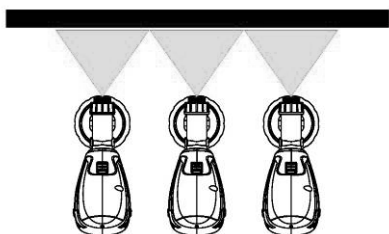

Рис. 8
- Для того чтобы обеспечить равномерное распыление, держите пистолет-распылитель на расстоянии 10-30 см от обрабатываемой поверхности (рис. 8). Неравномерное расстояние и угол распыления ведут к сильному образованию тумана и неравномерной покраске поверхности (рис. 9).